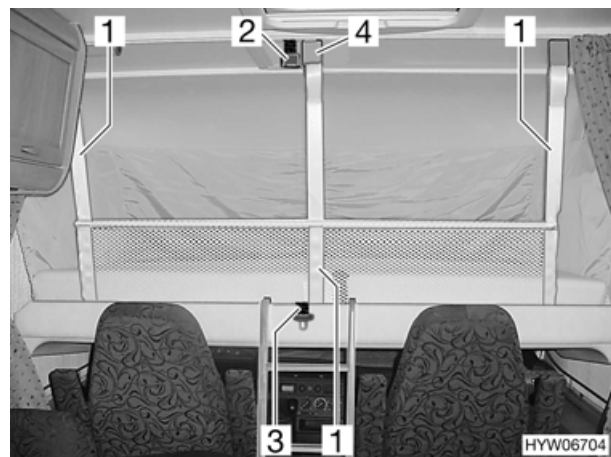

Bild 42 Hubbett mit aufgespanntem Sicherungsnetz
- Sicherungsgurt (Bild 42,3) lösen.
- Sicherungsgurte (Bild 42,1) in die Haken (Bild 42,4) an der Decke einhängen.
- Sicherungsgurte (Bild 42,1) lösen und unter die Matratze legen.
- Hubbett mit Sicherungsgurt (Bild 42,3) am Dach (Bild 42,2) sichern.